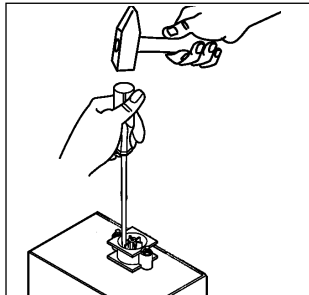

Bild 9
2. Die Öffnung für die Leitungsverbindung ist mit einem Schraubendreher oder ähnlichem durchzuschlagen (Bild 9).